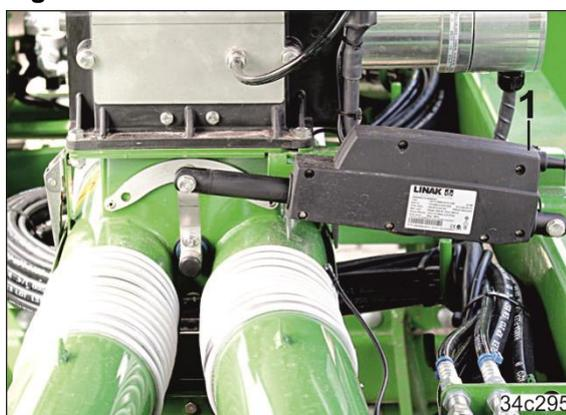

Fig. 309
1. Ein Stellmotor (Fig. 309/1) betätigt die Halbseitenschaltung, siehe Betriebsanleitung „ISOBUS-Software“.